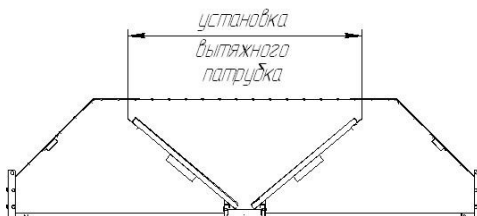

Рис.2: Устройство зонта.
4.2.4 Отверстие под воздуховод выполняется на месте квалифицированным специалистом по монтажу с учетом конструкции вентиляционной системы и устройства зонта см. рис.2.